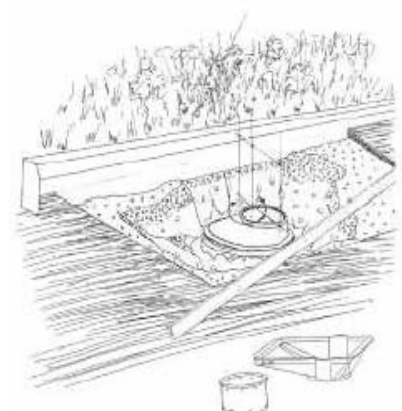

Fig. 1.3.2
■ Por rotación de la T-102, la alineación de la parrilla G-102 esta garantizada. (ver Fig. 1.3.2)